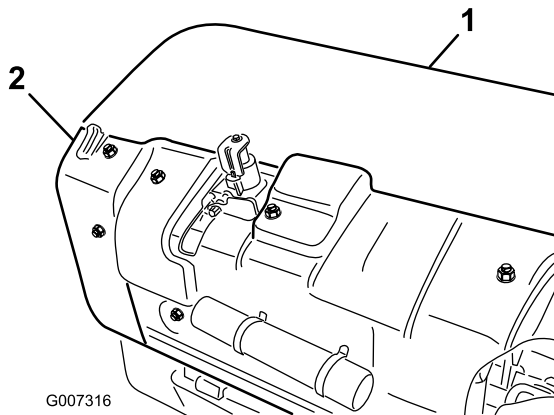

Bild 34
- A. Nehmen Sie die Abdeckung des hinteren Aerifizierkopfes ab (Bild 34).
- B. Nehmen Sie die Befestigungsschrauben der Spannscheibenabdeckung und dann die Abdeckung ab (Bild 34).